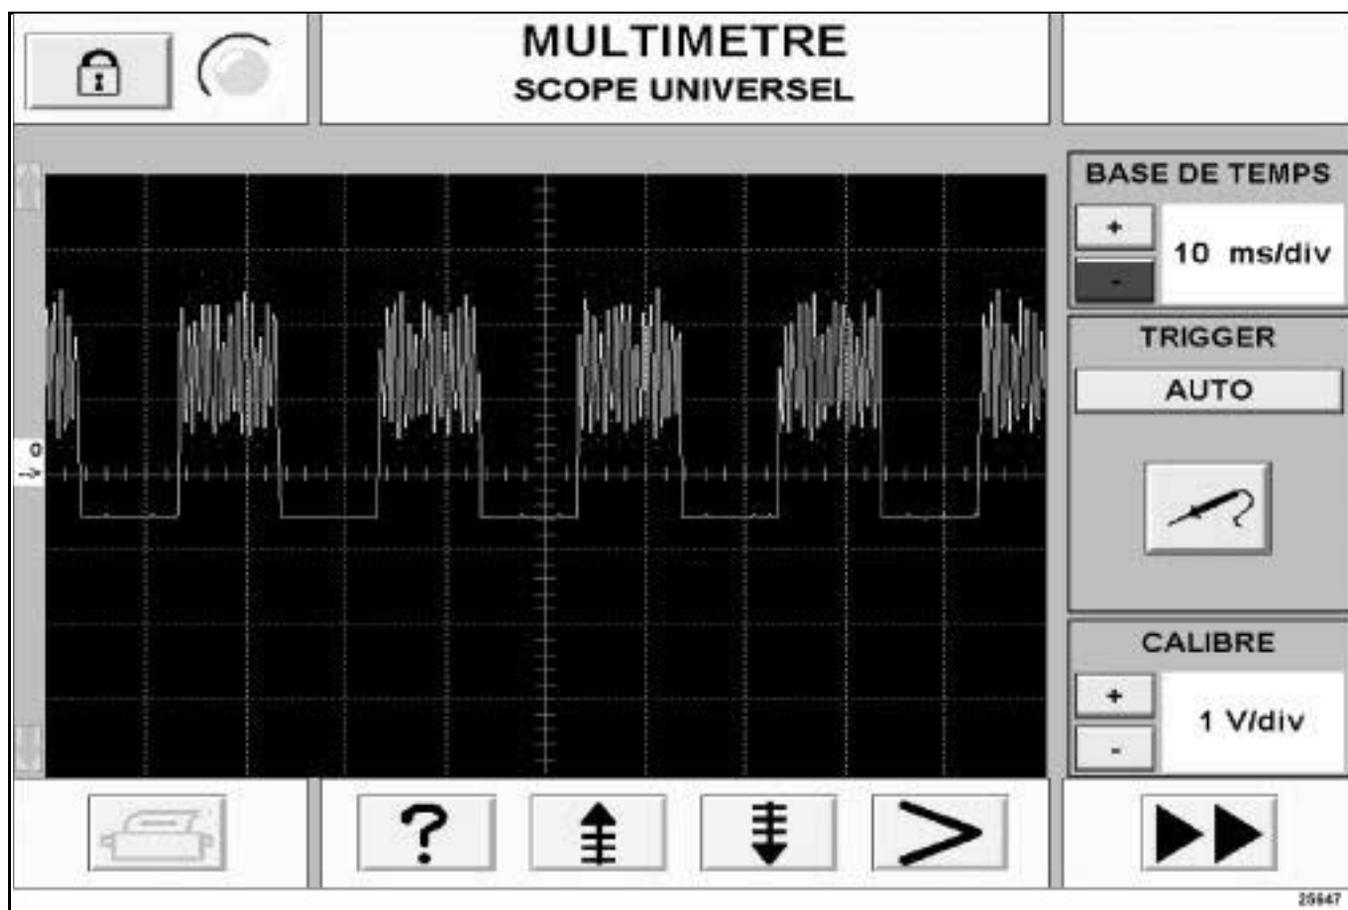

Рис. 1
- Если сигнал присутствует, (См. Рис. 1, последовательность сигналов с амплитудой $3\text{ В} \pm 0,5\text{ В}$), датчик угла поворота рулевого колеса исправен, выполните **проверку 2** приведенную на следующей странице.